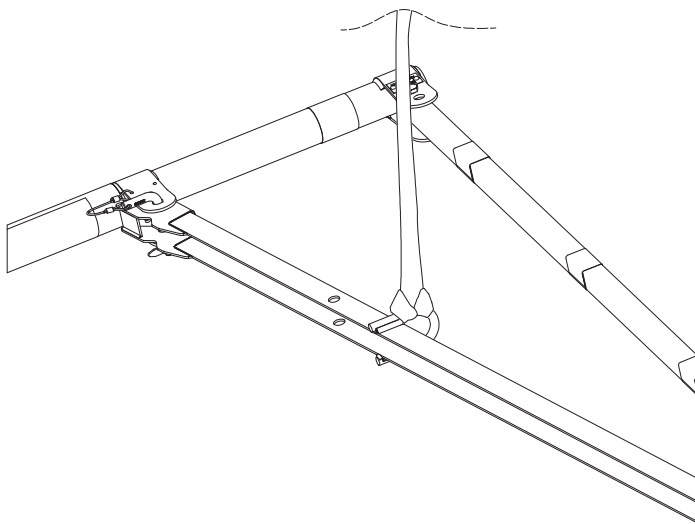

Figure 30. Détail de l'installation de la sangle.
- 10.3 Vérifiez que la boucle de sangle intégrée est fixée correctement. Voir Figure 30. Cette sangle est utilisée pour positionner et repositionner l'ancrage SkyReach à l'emplacement souhaité sur la Colonne supérieure 4.7/l'Adaptateur SkyReach 5.9.